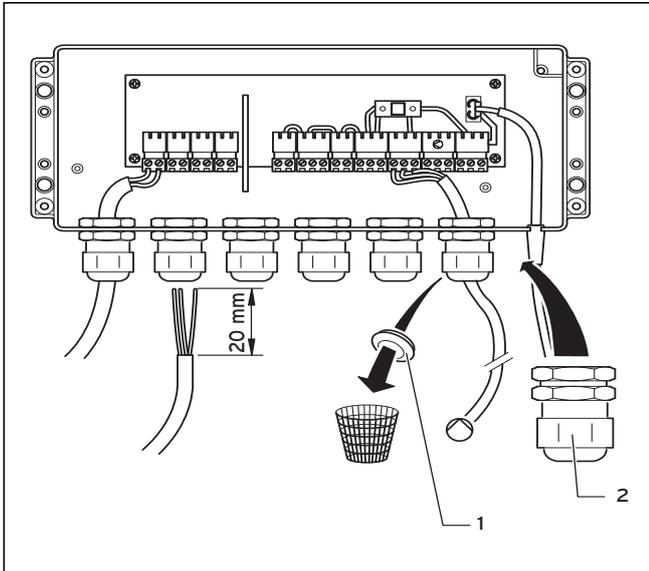

Abb. 5.8 Geöffnete Verdrahtungsbox
- Bei Bedarf ersetzen Sie die Kabelverschraubungen (2) durch die im Lieferumfang enthaltenen Blindstopfen (1) bzw. umgekehrt.
- Führen Sie die Leitungen durch die Kabelverschraubungen in die Verdrahtungsbox (Abb. 5.8).